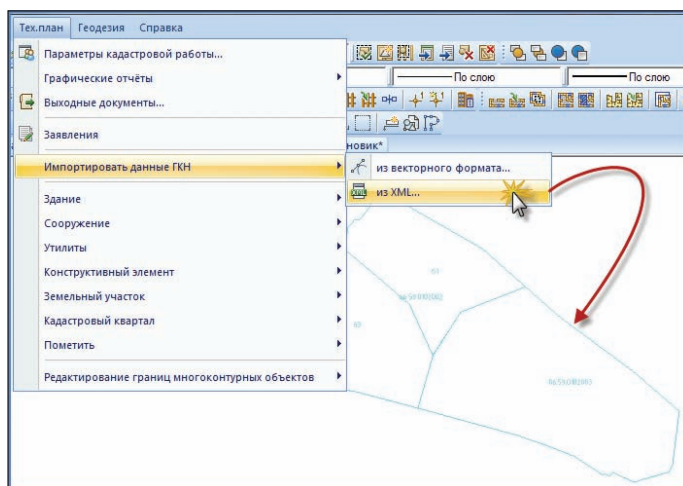

Рис. 1. Импорт данных ГКН из XML
1. Для импорта КПТ необходимо запустить команду *Импорт данных ГКН из XML* (рис. 1) и выбрать файл XML. Через мгновение программа предложит вам перейти к месту вставки данных и предоставит отчет в текстовом формате с описанием типа и количеством импортированных объектов.